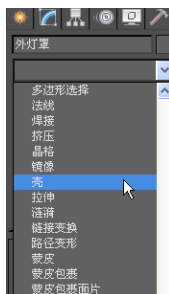

图3.21 选择修改器
- 12 确认修改后的“外灯罩”还处于选中状态，在修改命令面板中的 **修改器列表** 下拉列表中选择“壳”修改器，如图3.21所示。